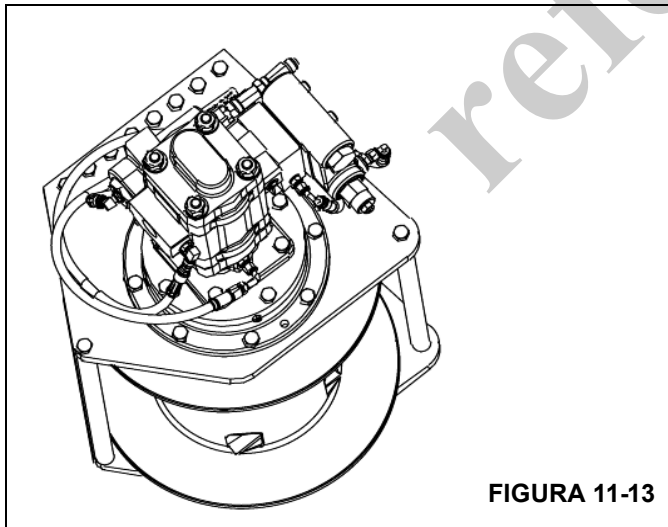

FIGURA 11-13
1. Apoye el malacate sobre su extremo, con el motor hacia arriba. Coloque bloques debajo de la placa lateral de manera que el peso del malacate no se apoye sobre el eje (Figura 11-13).
2. Inspeccione el tambor de cable (5) para verificar su integridad estructural y reemplácelo de ser necesario.
3. Fije el eje (32) a la placa lateral (29) usando los seis pernos (3). Compruebe que el registro (30) quede debidamente orientado. Apriete los pernos a los valores recomendados (vea *Sujetadores y valores de apriete en la página 1-15*).
4. Instale el anillo retenedor (48) en el eje (32).
5. Coloque la unidad sobre el suelo con las varillas (2) orientadas hacia arriba. Sostenga la placa lateral (29) con bloques (Figura 11-13) de modo que el malacate no esté apoyado sobre el eje (32).
6. Coloque el tambor de cable (5) sobre el eje (32) y asiente el tambor sobre el cojinete (28). Procure no dañar el sello (306).
7. Instale el grupo de planetarios de salida (4).
8. Instale el engranaje solar de salida (16) en el grupo de planetarios de salida.
9. Instale la arandela de empuje (6) en el grupo de planetarios de salida.
10. Instale el grupo de planetarios de entrada (36) en el tambor. Asegúrese que encaje sobre el engranaje solar de salida (16).
11. Instale el engranaje solar de entrada (8) y la arandela de empuje (6) en el grupo de engranajes planetarios de entrada.
12. Instale la arandela de empuje (6) en el grupo de engranajes de entrada.
13. Instale un anillo "O" nuevo (304) y, de ser necesario, un cojinete (28) y sello (306) en el portacojinete (26). Engrase el anillo "O" y el sello y después instale el portaplanetarios en el tambor.
14. Coloque la placa lateral (1) sobre el tambor de cable en las varillas (43). Fije la placa lateral con los tres pernos (2). Apriete los pernos a un par de 109 a 122 Nm (80 a 90 lb-pie).
15. Instale el subconjunto del freno en la placa lateral (1). Asegúrese que la espiga guía de la caja de frenos quede alineada con la cavidad del cojinete y que los agujeros de pernos del motor y del registro estén debidamente orientados. Instale los ocho pernos (2). Apriete uniformemente los pernos a un par de 109 a 122 Nm (80 a 90 lb-pie).